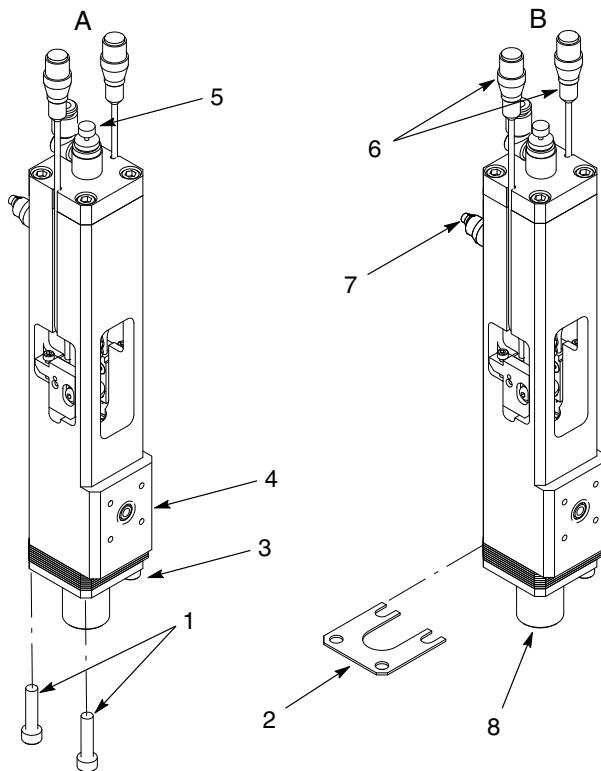

Рис. 3 Настройка объема дозы
См. рис. 3 и следуйте процедурам, приведенным в табл. 3.
2. См. рис. 3. Вывернуть только два винта (1), показанных на виде А. Ослабить остальные винты (3) лишь настолько, насколько это необходимо для добавления или снятия прокладок (2).
3. Добавив или сняв прокладку (2), как показано на виде В, добиться нужного объема дозы. Рукой вдавить переходник сопла (8) рукой до упора в прокладки (2).
4. Поставить винты (1). Затянуть винты (1, 3) моментом 15 Н·м (11 фут-фунтов).